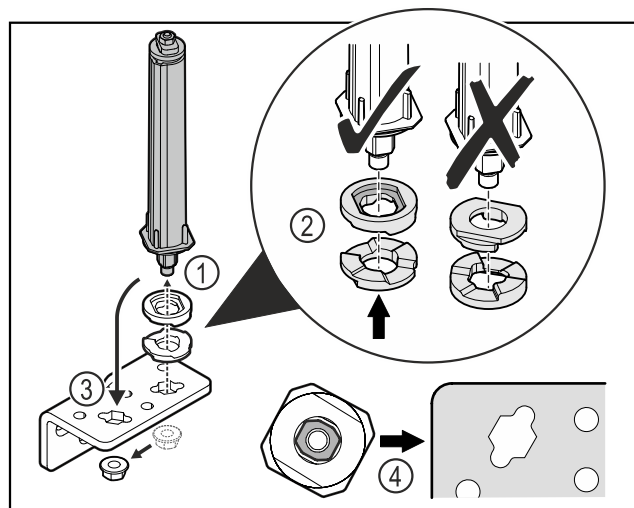

Fig. 30
- ▶ Odkręcić nakrętkę i wyjąć system blokujący drzwi Fig. 30 (1).
- ▶ Zwracać uwagę na prawidłowe ustawienie podkładek do regulacji wysokości Fig. 30 (2).
- ▶ Przetożyć system blokujący drzwi w zawiasie i zamocować nakrętką Fig. 30 (3).
- ▶ Przy wkładaniu zwracać uwagę na prawidłowe ustawienie systemu blokującego drzwi Fig. 30 (4).